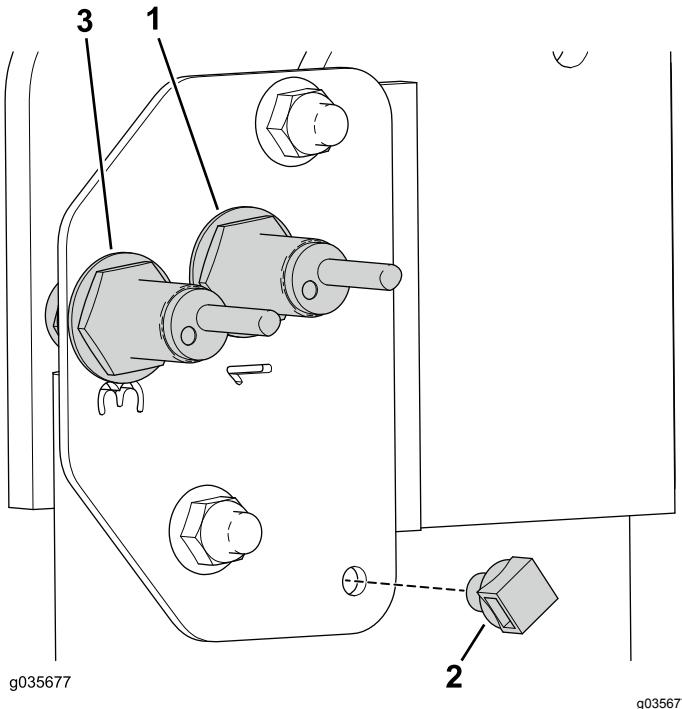
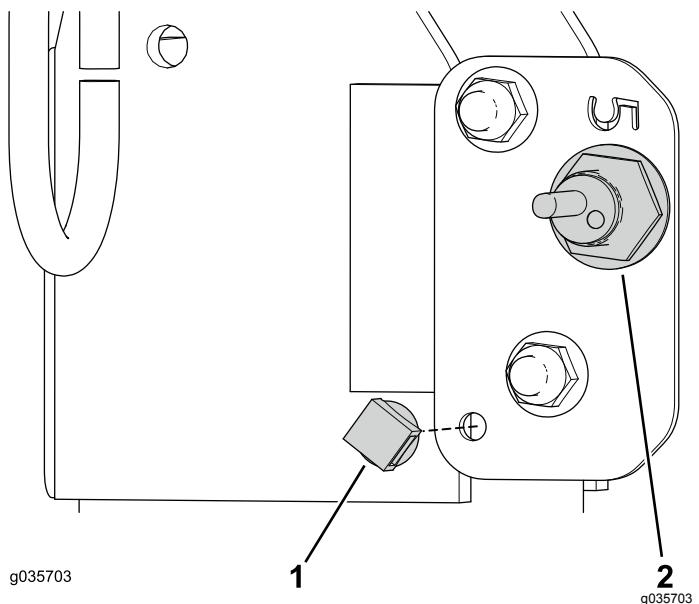

Figura 23
Figura 24
5. Collegate il cablaggio preassemblato al sensore di prossimità appropriato (Figura 23 e Figura 24).
6. Montate i fermagli delle fascette per cavi sulla piastra del sensore di sinistra e destra (Figura 23 e Figura 24).
7. Inserite i serracavi attraverso la clip e attorno ai connettori del cablaggio preassemblato per fissare la piastra del sensore (Figura 23) e Figura 24).